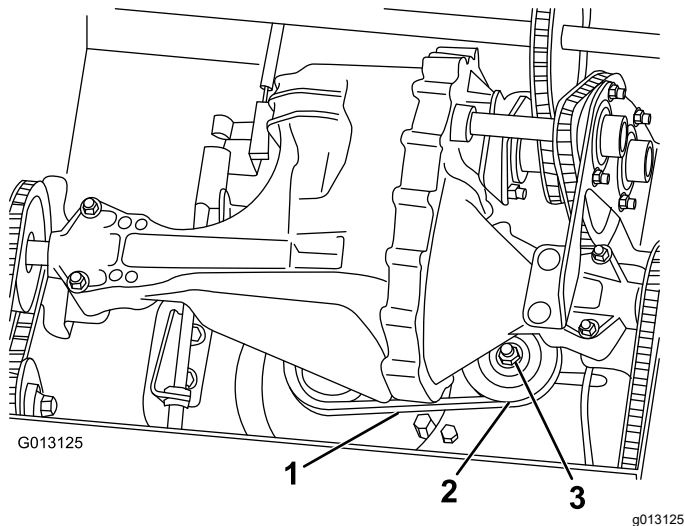

Figure 46
3. Exercez une pression de 9 kg (20 lb) sur la courroie d'entraînement, à mi-chemin entre les poulies (Figure 46).
1. Desserrez l'écrou de fixation de la poulie de tension (Figure 46).